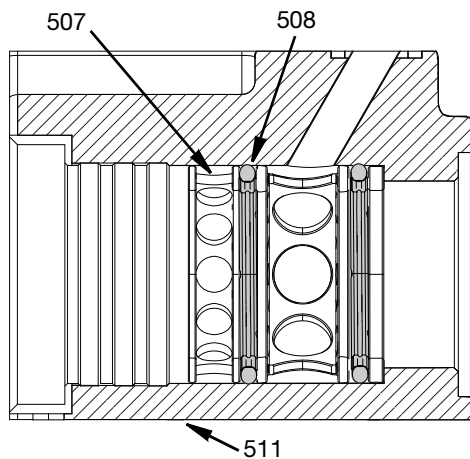

FIG. 23
5. Inserte el anillo distribuidor de drenaje (507) en la cavidad del alojamiento de la pieza giratoria (511). Se recomienda utilizar la **Herramienta de inserción/extracción de juntas de sellado de material, 17V972** de la página 38 y un mazo de cara blanda. Empuje el anillo distribuidor de drenaje y la junta giratoria (508) completamente contra el anillo de apoyo de material (509). Consulte la FIG. 23.